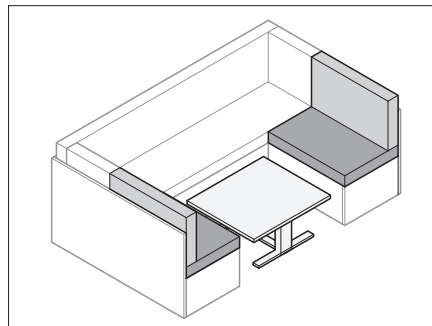

Bild 64 Tisch umbauen
- Tisch (Bild 64) zum Bettunterbau umbauen (siehe Abschnitt 7.7).